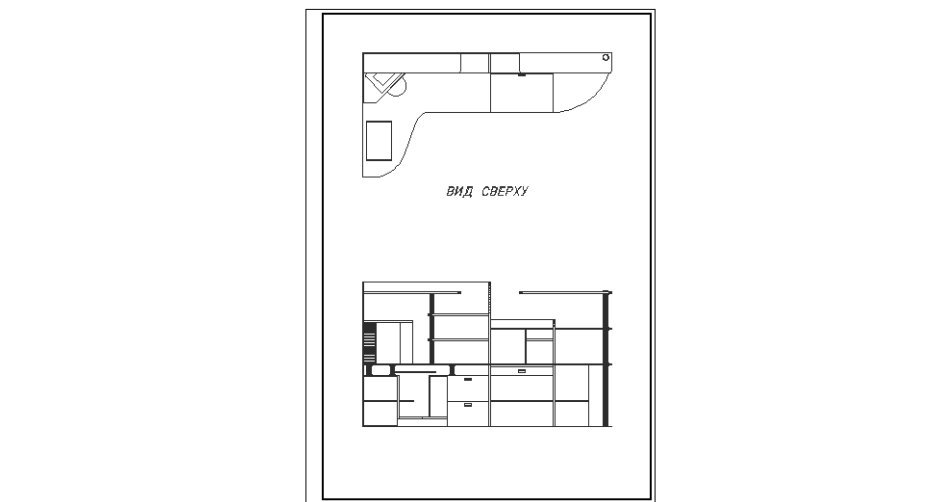

Рис. 10.21 ▼ Граница листа формата A2 и рамка созданы
17. Закройте палитру **Свойства** (Properties) и нажмите **Esc**, чтобы снять выделение с прямоугольника, представляющего рамку. Чертеж будет иметь вид, представленный на рис. 10.21.